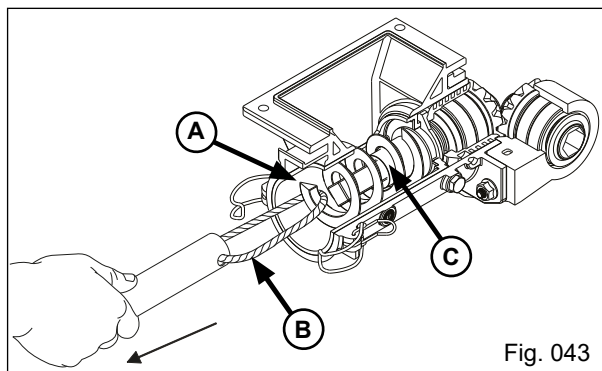

Fig. 043
b) Puxe o cordão do tubo fixador "B" e retire a rosca sem fim "A", retire também o anel trava "C" (Fig. 043).